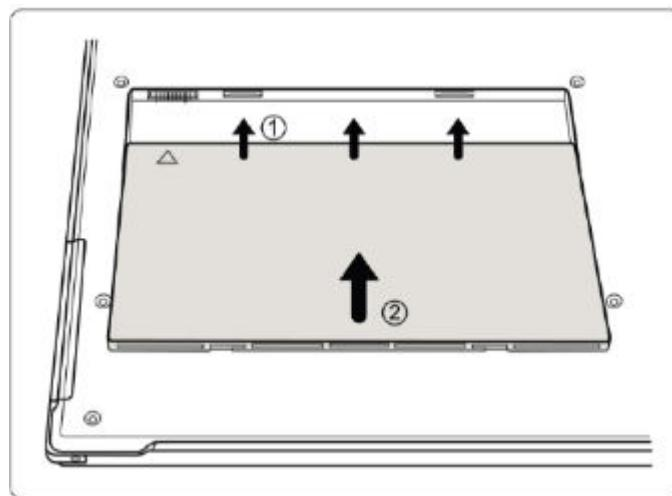

Fig. 1
- 1 Introduisez la batterie dans le compartiment à batterie comme indiqué sur la figure 1.